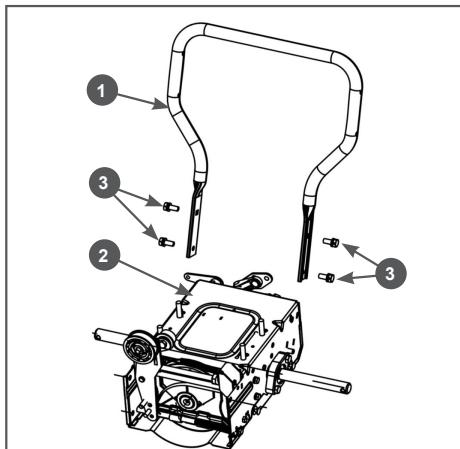

Рис. 4 Установка стойки рукояток
- Установите стойку рабочих рукояток. Совместите отверстия в стойке рукояток и раме, вставьте в отверстия болты и плотно закрутите их (Рис. 4).